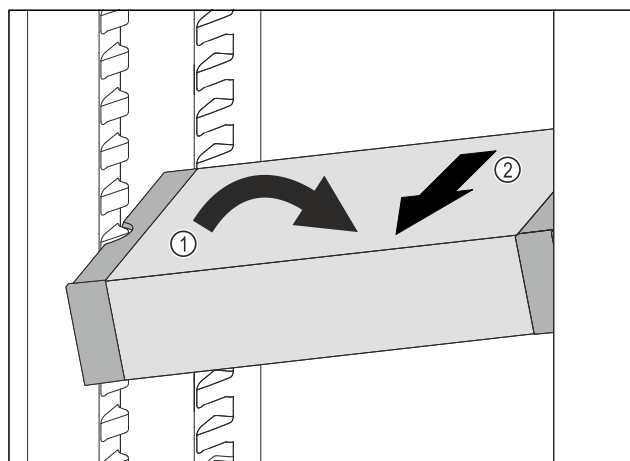

Fig. 120
- VarioSafe postavte v chladničce šikmo. Fig. 120 (1)
- VarioSafe odeberte směrem dopředu. Fig. 120 (2)